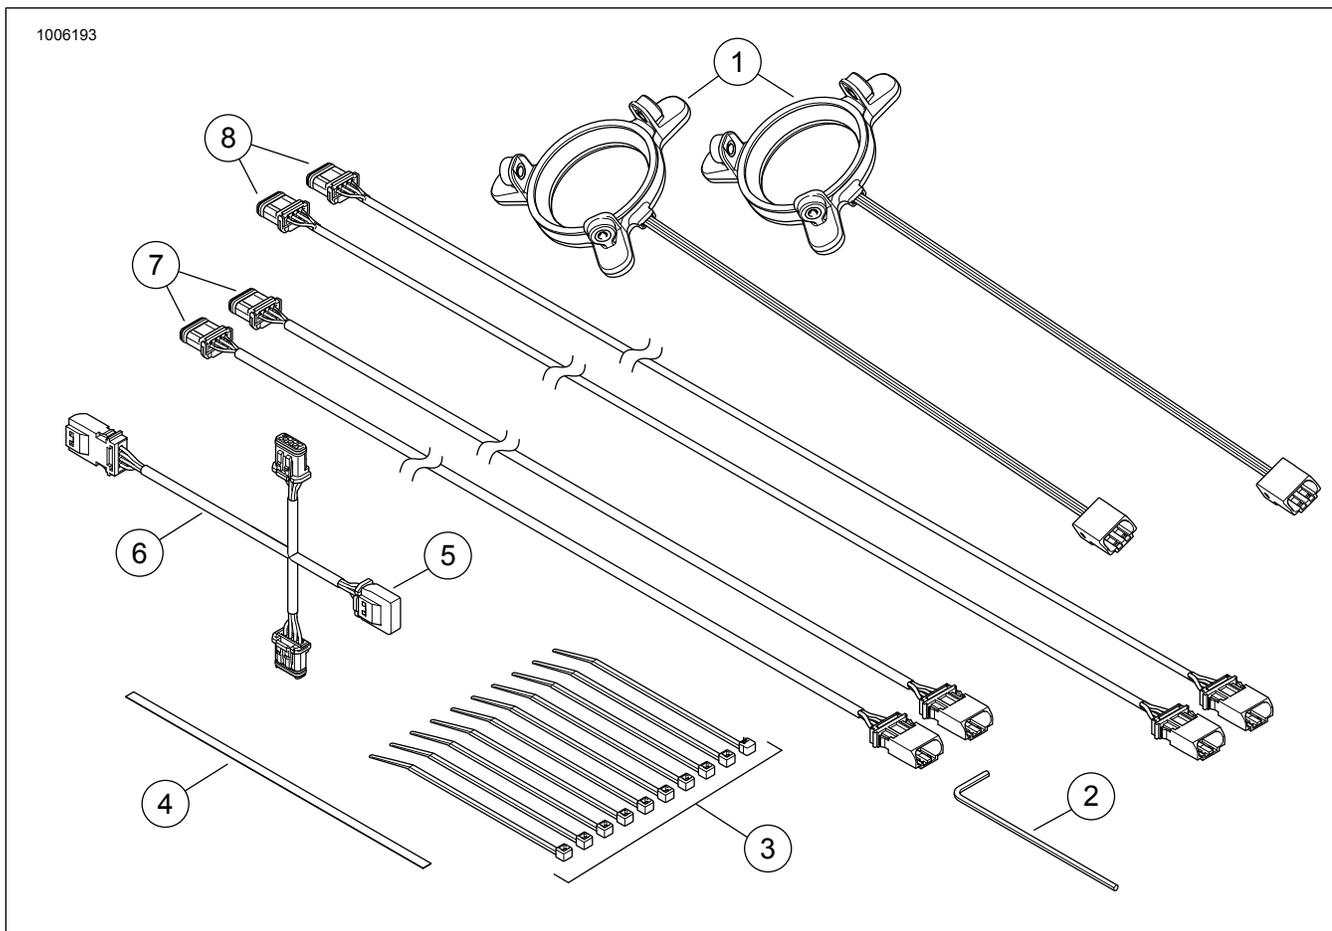

Figura 28. Parti di ricambio, kit luci LED R/G/B/ altoparlante rotondo Stage II
Vedere la figura 28. e Tabella 1. Far scorrere l'occhiello di circa 15 cm (6 in) dall'estremità maschio del cablaggio (10).
Vedere la figura 28. e Tabella 1. Connettere e disporre il cablaggio da 48 in (12) proveniente dal dispositivo di controllo LED R/G/B verso gli altoparlanti della scocca. Collegare il cablaggio triplo (8) alle connessioni dell'altoparlante.